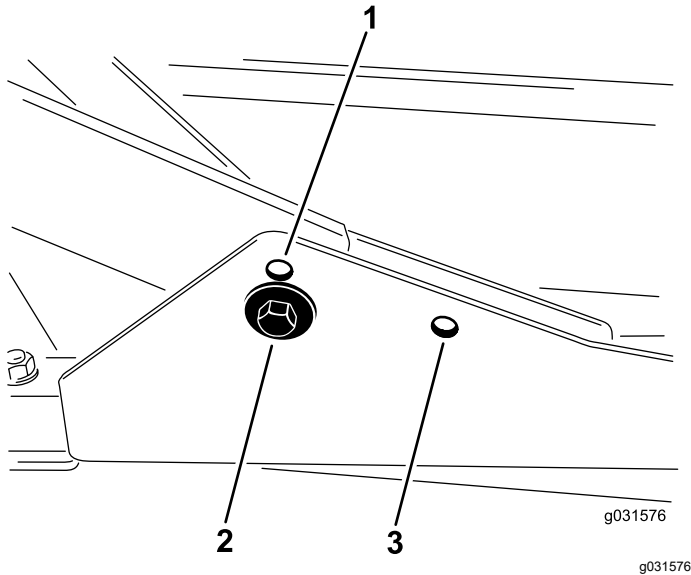

Figure 16
1. Pour les hauteurs de coupe entre 2 et 7,6 cm, montez les bâtis porteurs avant dans les trous inférieurs avant (Figure 16).
2. Pour les hauteurs de coupe entre 6,3 et 10 cm, montez les bâtis porteurs avant dans les trous supérieurs avant (Figure 16).
Quelle que soit la hauteur de coupe, l'unité de coupe arrière doit être montée dans les trous de montage arrière (Figure 16).